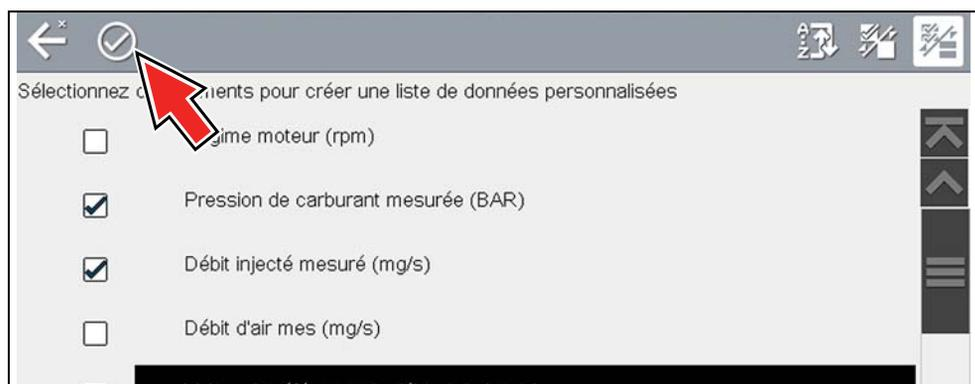

Figure 4-18
2. Créez une liste de données personnalisée en sélectionnant (cochant) les paramètres à inclure (Figure 4-18).
3. Pour créer et visualiser la liste personnalisée, sélectionnez l'icône **Accepter** (Figure 4-18).